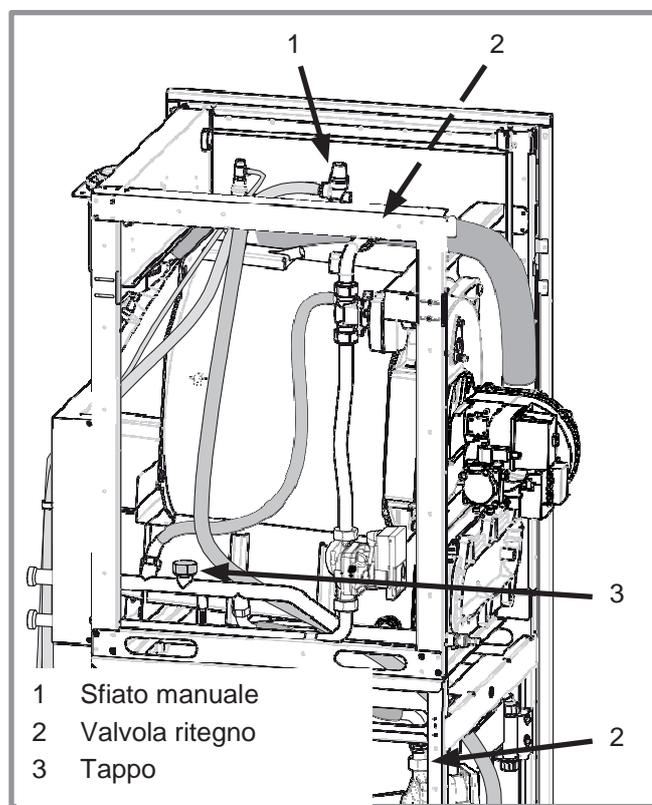
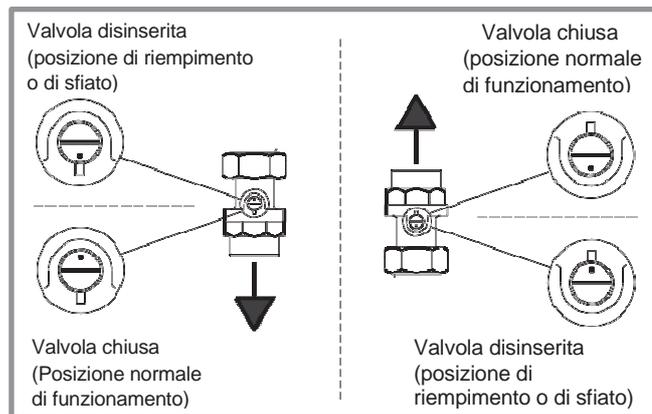

Figura 31 - Sfiato e valvole di ritegno
Figura 32 - Valvola di ritegno
- **Sbloccare la valvola di ritegno (figura 31 e figura 32).**
- **Se necessario, sfogare l'aria tramite il tappo sulla tubazione di ritorno "circuito 1" (rif. 3, figura 31).**
- Sfiato il corpo caldaia (rif. 1, figura 31)